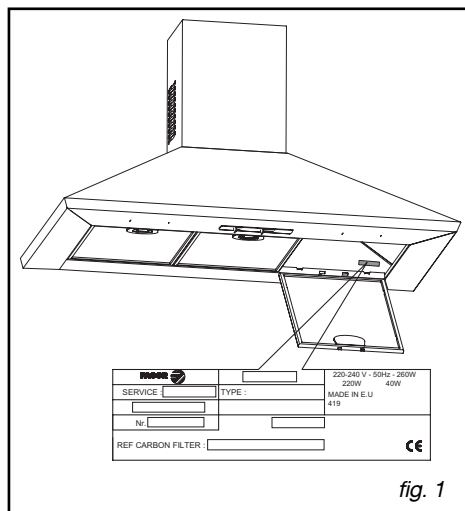

fig. 1
- Tracez sur le mur les 3 trous que vous devez percer en utilisant le crochet de suspension de la hotte fourni et en respectant la distance conseillée (pièce A fig. 1)
- Fixez le support de fixation de la hotte en veillant à ce qu'il soit parfaitement de niveau (pièce A fig. 1)
- Calculez la hauteur finale pour fixer l'étrier en U de support de la cheminée (pièce B fig. 1)
- Percez les 2 trous de 8mm et fixez l'étrier de support de la cheminée en faisant attention qu'il soit bien dans l'axe de la hotte (pièce B fig. 1)
- Calculez la hauteur finale pour fixer l'étrier de support de la cheminée (pièce B fig. 1)
Les éventuelles interventions sur votre appareil doivent être effectuées par un professionnel qualité dépositaire de la marque. Lors de votre appel, mentionnez la référence complète de votre appareil (modèle, type, numéro de série). Ces renseignements figurent sur la plaque signalétique (Fig. 1).